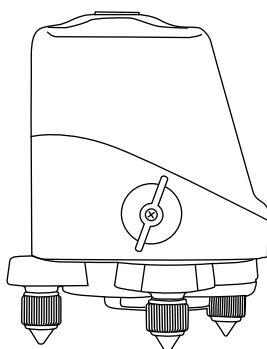

рис. 2
2. Включите уровень, повернув выключатель по часовой стрелке (рис. 2).